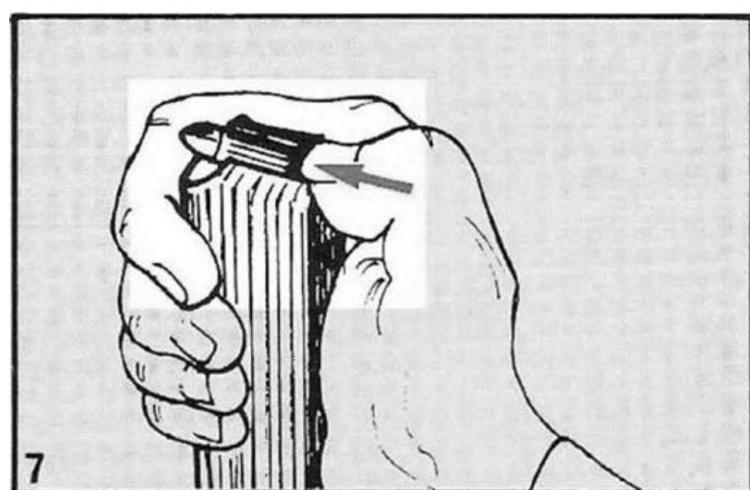

Рисунок 4.10 – Розряджання магазину від патронів
- 1) висуньте патрон великим пальцем (рисунок 4.10);